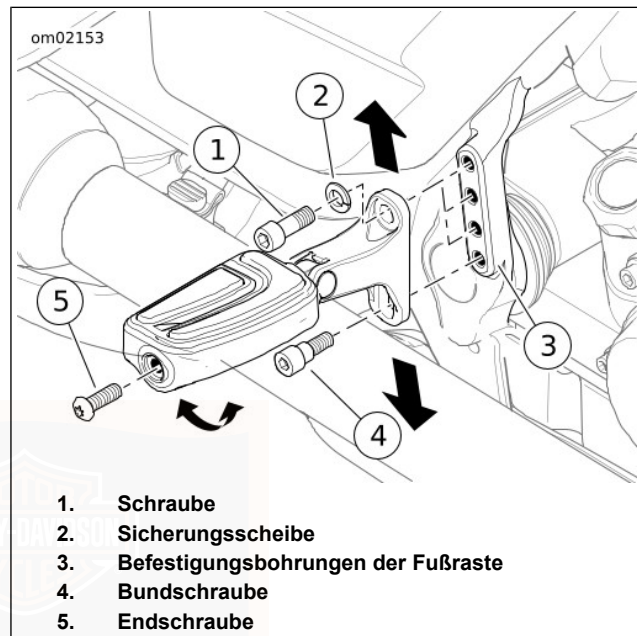

Abbildung 23. Soziusfußraste
1. Siehe Abbildung 23. Die Schraube der oberen Halterung (1) und die Unterlegscheibe (2) entfernen.
1. Siehe Abbildung 23. Die Endschraube (5) lösen.